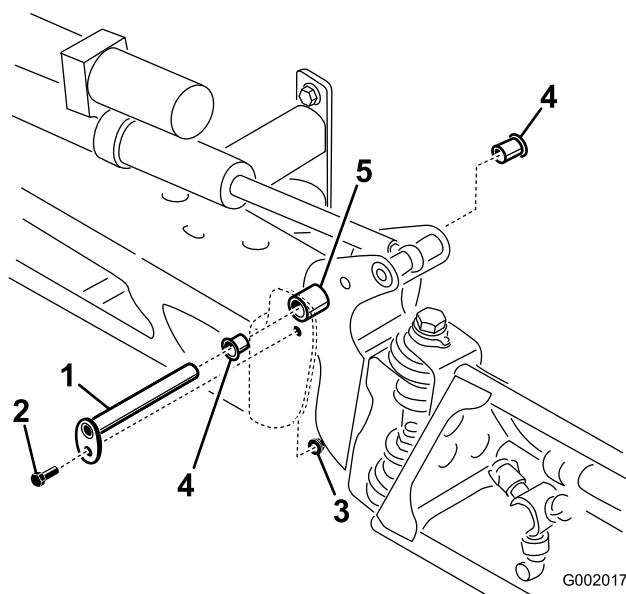

図 72
3. ブームを支えておきながら、ピボットピンをブームアセンブリに固定しているボルトとナットを取り外す(図 72)。ピボットピンを取り外す。
5. ナイロンブッシュを取り外し、ピボットブラケットの前面および後面側から見て点検する（図 72）。磨耗したり破損したりしている場合は交換する。
7. センターフレームにブーム&ピボットブラケット・アセンブリを取り付け、開口部を整列させる（図 72）。